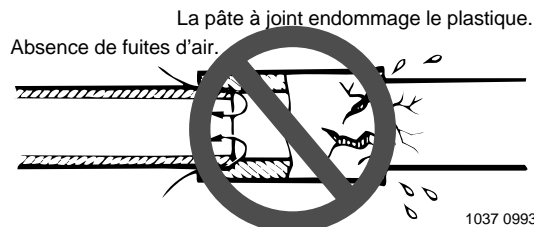

Figure 4 : Le tuyau d'aspiration ne doit pas aspirer d'air ni laisser fuir d'eau
- Le tuyau d'aspiration ne doit présenter aucune fuite d'air. Maintenir le tuyau droit. L'entrée du tuyau d'aspiration doit se trouver en dessous du niveau de l'orifice de l'entrée de la pompe. (Fig. 4)